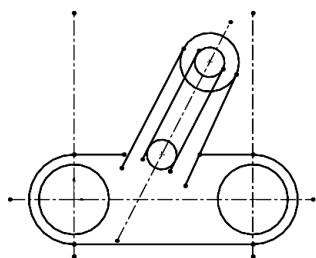

图 2-104 添加平行约束
④ 重复上述步骤, 分别使直线和圆相切。
⑤ 选择4条斜直线,在“添加几何关系”属性管理器中单击“平行”按钮,结果如图2-104所示。